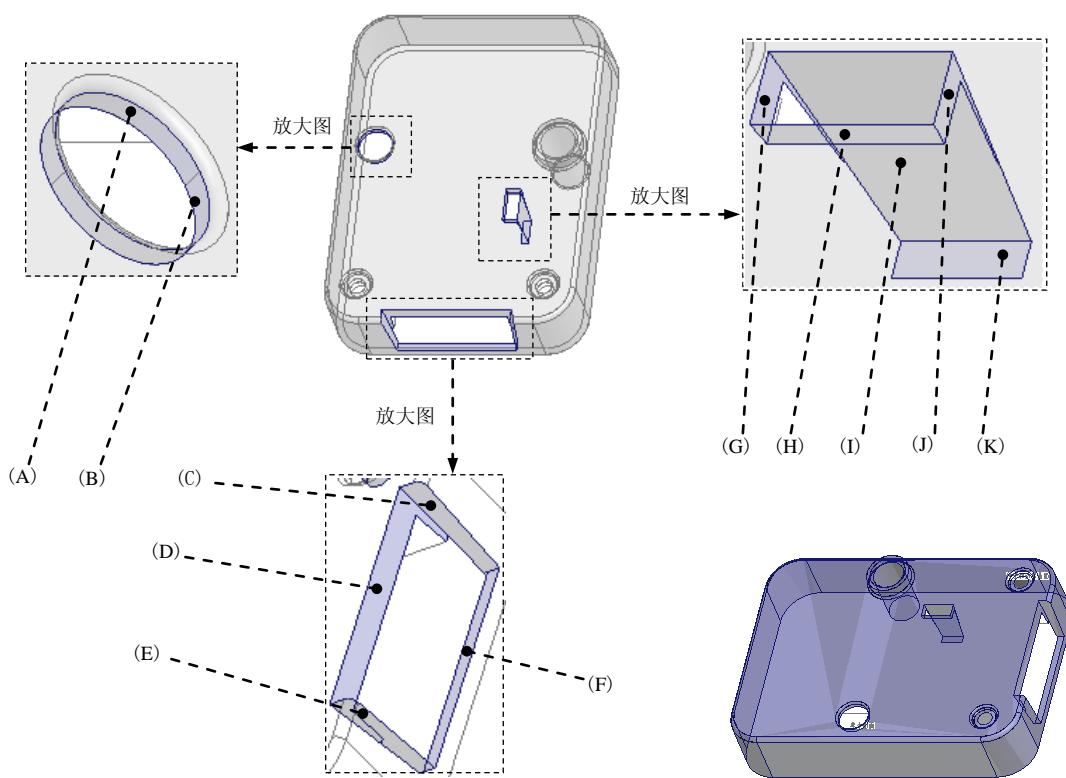
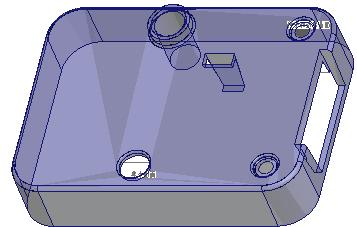

图 20.8 定义界面（二）
图 20.9 加亮的曲面
③ 依次选取所有的边界面（全部加亮）后，松开 Shift 键，然后按住 Ctrl 键选取图 20.8 所示的 A~K 曲面，松开 Ctrl 键，完成“边界面”的选取。操作完成后，整个模型上表面均被加亮，如图 20.9 所示。
(4) 单击 **模具** 功能选项卡 **操作** ▾ 区域中的 **复制** 按钮。
(5) 单击 **模具** 功能选项卡 **操作** ▾ 区域中的 **粘贴** 按钮。此时系统弹出 **曲面：复制** 操控板。